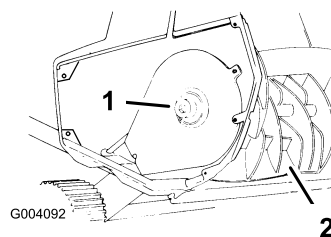

Figure 13
2. A l'aide d'une clé Allen de 5/16 pouce, tournez l'arbre de la fraise dans le sens horaire (filetage à gauche) tout en tenant la fraise (Figure 13).